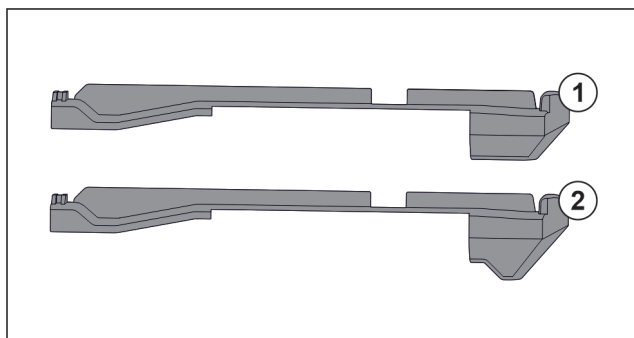

Fig. 84 Porovnání nasazovacích dílů
V přístroji se nacházejí dva různé nasazovací díly. Nasazovací díl nad nejspodnější zásuvkou Fig. 84 (2) má hranu trojúhelníkového tvaru. Všechny ostatní nasazovací díly Fig. 84 (1) mají rovnou hranu.
- Nasazovací díl Fig. 84 (2) s hranou trojúhelníkového tvaru připevněte nad nejspodnější zásuvkou.
- Nasazovací díl Fig. 84 (1) s rovnou hranou připevněte na všech ostatních místech.